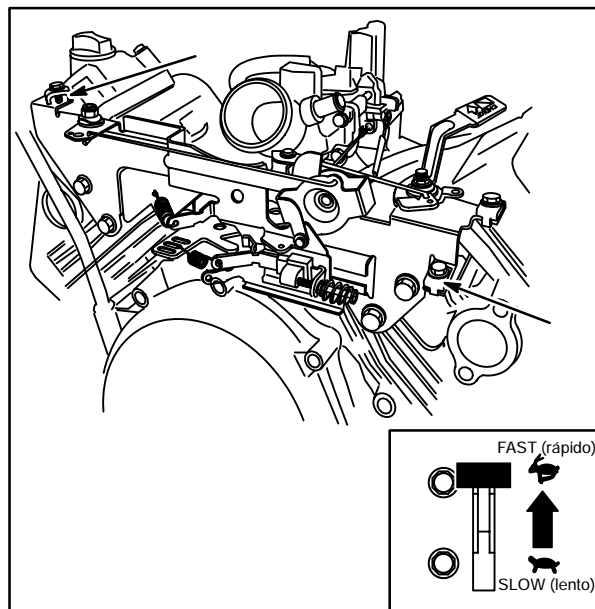

Fig. 48
1. Desaperte o parafuso do fixador do revestimento de controle (1) do suporte de controle do regulador, Fig. 48.
2. Mova a alavanca de controle de velocidade do equipamento para a posição FAST (rápido), (destaque da Fig. 48).